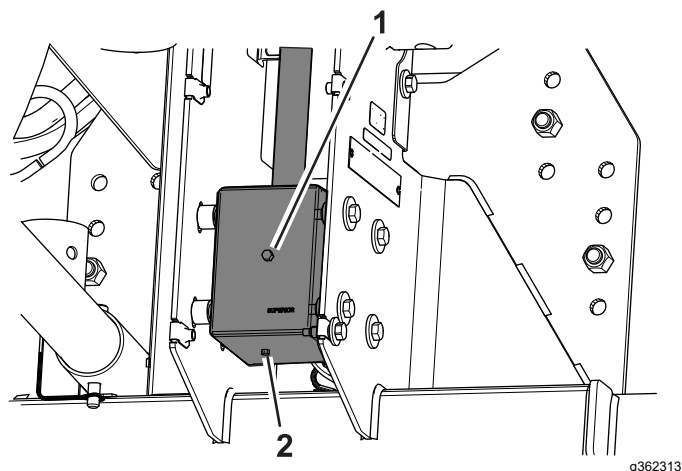

Figura 25
4. Retire el tapón de verificación/llenado del lateral de la caja de engranajes (Figura 25).